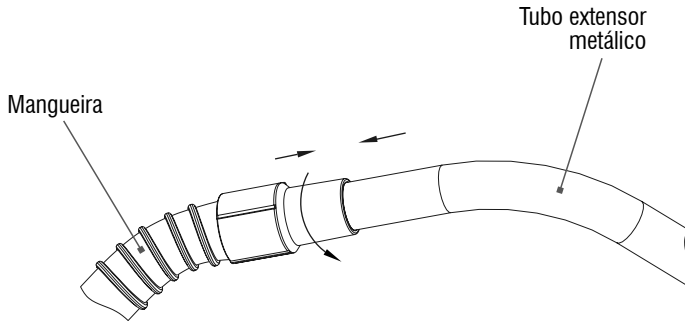

Fig. 8 – Conectando o punho na extensão
- Conecte a mangueira no tubo metálico, conforme Fig. 8;